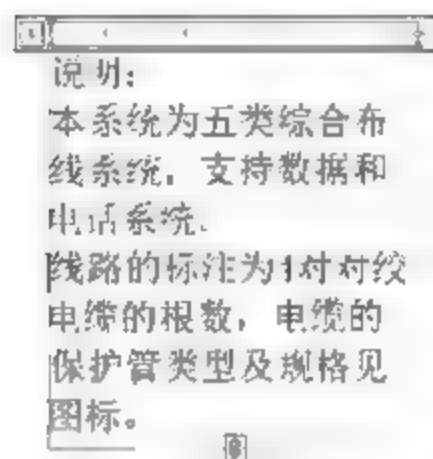

图6-40 输入文本
- 02 在【默认】选项卡中，单击【注释】面板中的【多行文字】按钮, 根据命令行提示指定对角点，打开文本输入框，输入文字，如图6-40所示。